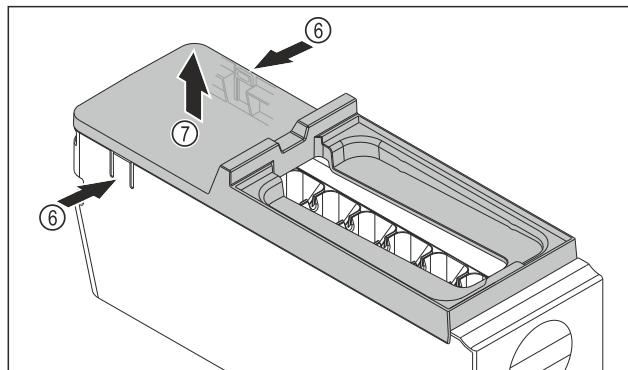

Fig. 75
- Изваждане на капака на корпуса на EasyTwist-Ice: Натиснете езичетата Fig. 75 (6) от двете страни на корпуса на EasyTwist-Ice с една ръка.
- С другата ръка извадете капака Fig. 75 (7) нагоре.